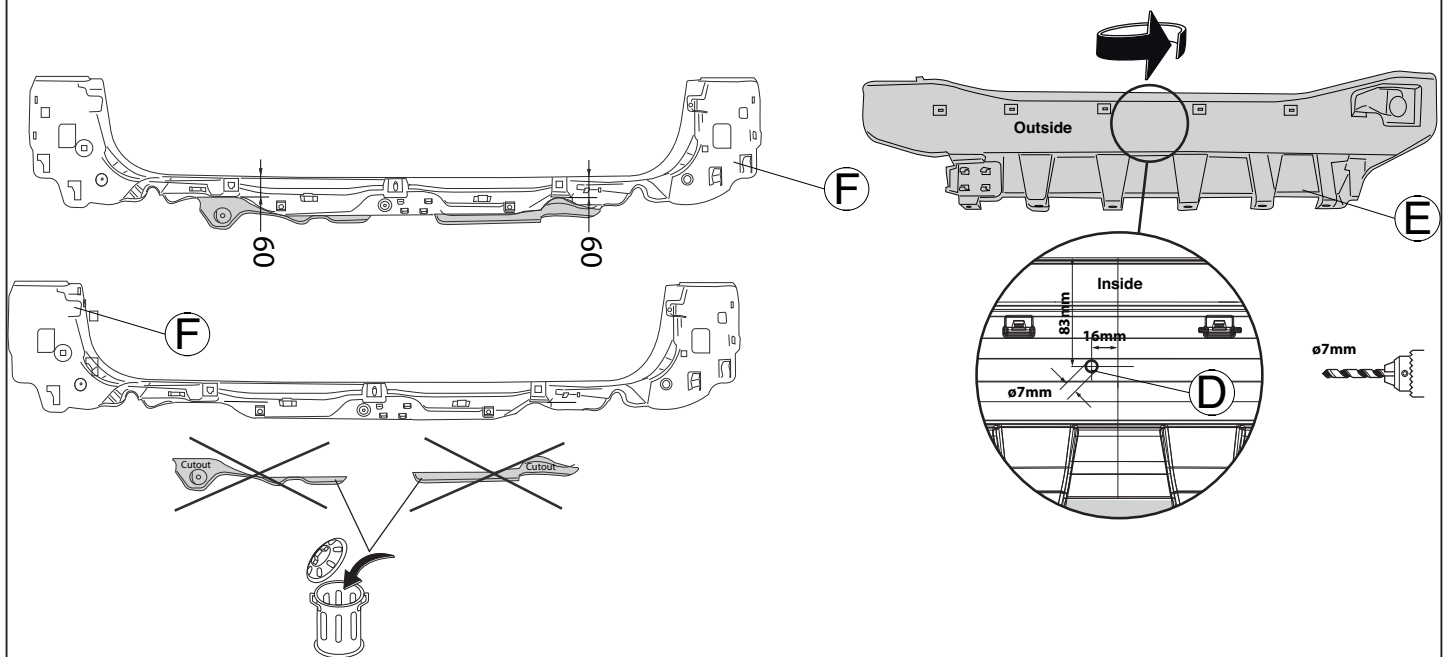

Fig.2
11. Boor overeenkomstig fig. 2 en 3 het gat D  $\varnothing 7\text{mm}$ .
7. For **Touring** drive vehicles, the following applies: Saw out the indicated sections from figure 2. Attach part F.
11. Drill the hole D  $\varnothing 7\text{mm}$  as shown in fig.2 and 3.
7. Für **Touring** Fahrzeuge gilt: Gemäß Abb. 2 die angegebenen Teile abschneiden. Teil F wieder montieren.
11. Gemäß der Abb. 2 und 3 das Loch D  $\varnothing 7\text{mm}$  bohren.
7. Pour les **Touring** à quatre roues motrices : Découper les parties indiquées conformément à la figure 2. Monter la partie F.
11. Percer conformément à la fig. 2 et 32 a le trou D de ø7mm.
11. Borra hålet D  $\varnothing 7\text{mm}$  enligt fig.2 och 3.
11. Bor ifølge fig.2 og 3 huller D  $\varnothing 7\text{mm}$ .